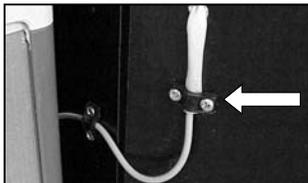

Abbildung 12.
4. Rasten Sie das Kabel mit der Isolierung (C) in die LED-Halterung ein und schließen es an (Abb. 12).